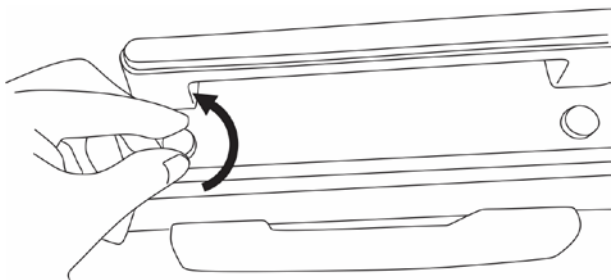

Fig. 2
- a) Desenroscar los dos tornillos ubicados indicados en la Fig. 2.